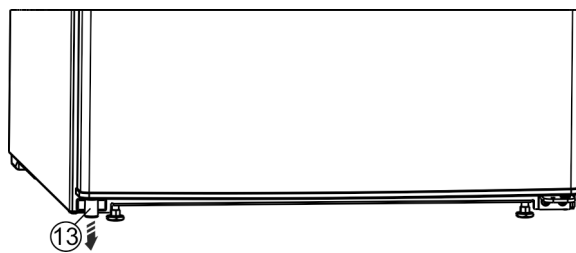

Fig. 13*
- Vľavo dolu z dverí vyberte dištančný diel Fig. 13 (13)*